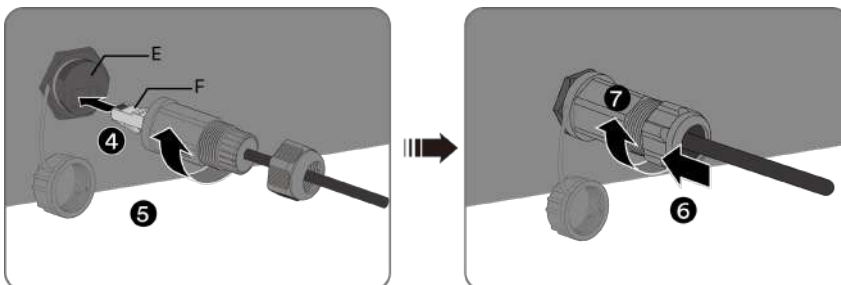

Abb. 37. Netzkabel anschließen
7. Schrauben Sie die Überwurfmutter auf die Gewindehülse (siehe Abb. 37).